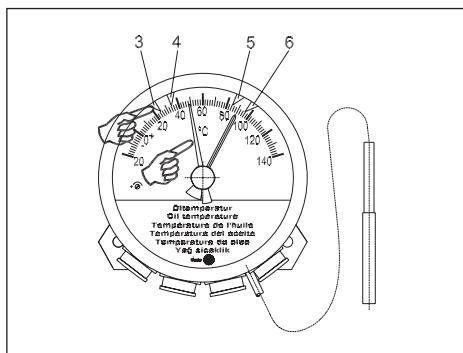

Bild 4
4.2 Verstellen und Prüfen der Mikroschalter (Bild 4)
Zum Prüfen der Mikroschalter, die sich rechts vom Zeiger befinden, drehen Sie den Zeiger von Hand im Uhrzeigersinn an den Mikroschaltern vorbei und anschließend wieder zurück. Eine Rückholfeder zieht den Zeiger wieder in seine Ausgangsposition zurück (Bild 4).